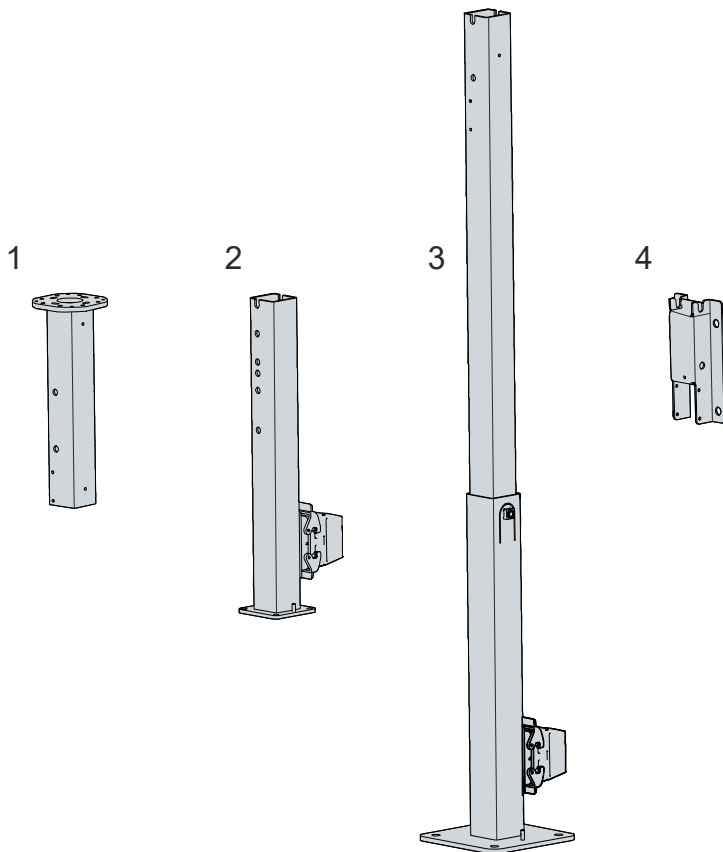

Abb. 8: Tragarme CP32xx
Für die Montage Ihrer Geräte nach Ihren Anforderungen, stehen Ihnen vier verschiedene Tragarme zur Verfügung. Abbildung 8 zeigt die vier verfügbaren Tragarme für die Montage an der Decke (1), auf dem Schaltschrank (2), am Boden (3) und an der Wand (4).
Die Tragarme C9900-M803 und -M804 sind für den CP32xx-2xxx-0020 und die Tastererweiterung C9900-M800 mit einem Kabelset ausgestattet. Diese Kabel sind mit einer HAN-Anschlussbuchse im unteren Teil der Tragarme verbunden. Abbildung 8 zeigt die Anschlussbuchsen an den beiden genannten Tragarmen (2, 3). Beide Tragarme werden mit einem passenden Stecker für die Anschlussbuchse geliefert. Nähere Informationen zum HAN-Stecker erhalten Sie in der zugehörigen Steckerdokumentation.